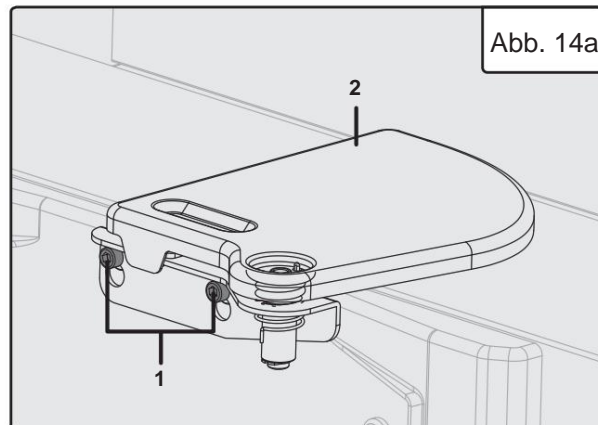

Abb. 14a
AUSTAUSCH ODER DREHEN DER KLINGEN (Abb. 14a - 14b)
1. Lösen Sie zwei Innensechskantschrauben (Abb.14a - 1), die
(Abb.14a - 2) nach oben und entfernen Sie es.